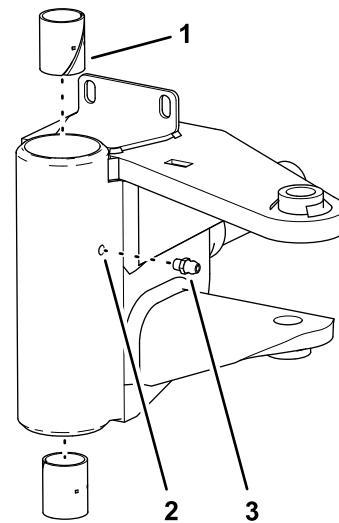

Figure 8
1. Insérez les 2 douilles aux bouts du manchon du pivot de fusée (Figure 8).
2. Insérez le graisseur dans le trou du manchon du pivot de fusée (Figure 8).